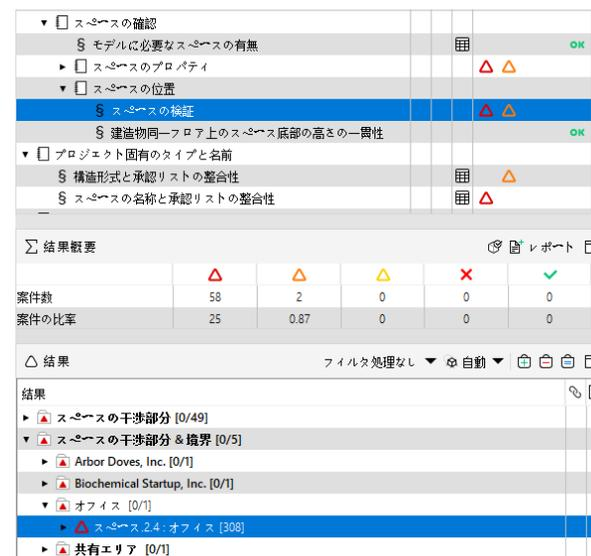

図 63. 図境界の案件 (スペース 2.3 : Office[308])
- (1) 確認項目から、「スペースの確認」 > 「スペースの位置」を開いてください。
- (2) 「スペースの検証」のルールを選んでください。
- (3) 結果ビューから「境界」 > 「Office」 > 「スペース 2.4」の案件を選択して下さい。(図 63 参照)